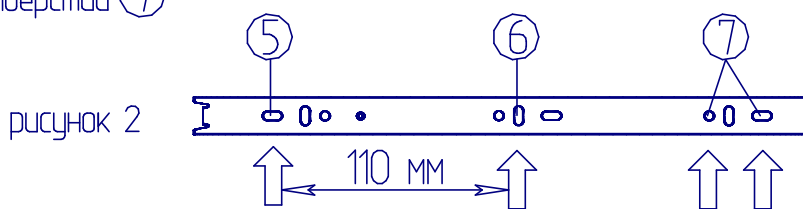

рисунок 2
Крепление направляющей к боковой стенке ящика (рисунок 2):
2. Прикрепить направляющую к боковым стенкам ящика с помощью шурупов 3,5x13 через отверстия ⑤ и ⑥* (рисунок 2)